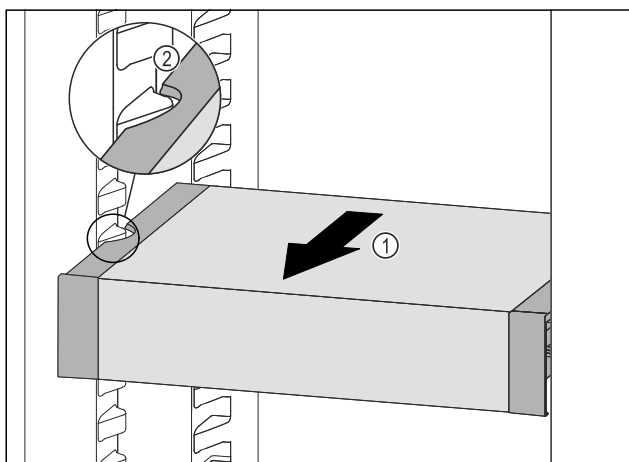

Fig. 160
- ▶ Táhněte VarioSafe dopředu Fig. 160 (1), dokud nebudou boční vybrání VarioSafe na úrovni žebrování na nádoby v chladničce. Fig. 160 (2)